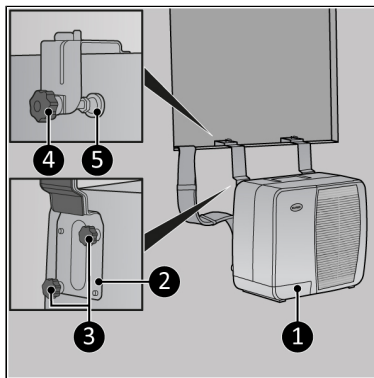

Figure 55.
1. Fixez les supports inférieurs pour caravane (Figure 55, pos. 2) à l'unité extérieure (Figure 55, pos. 1) en serrant le capuchon de vis de chaque support (Figure 55, pos. 3).
2. Suspendez l'unité extérieure (Figure 55, pos. 1) à la fenêtre souhaitée et assurez-vous que l'unité intérieure est bien placée sur une table ou un canapé.
3. Serrez le boulon de réglage (Figure 55, pos. 4) pour chaque support. Assurez-vous que l'amortisseur (Figure 55, pos. 5) est placé verticalement.